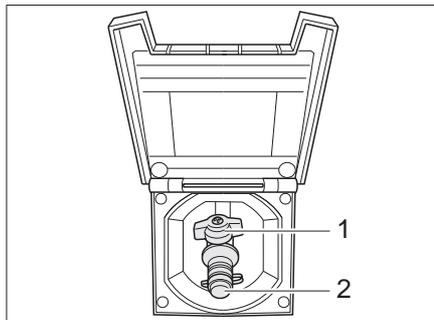

Bild 89 Externer Gasanschluss, Gasabsperrrventil geschlossen
Der externe Gasanschluss (Bild 89) befindet sich je nach Modell am Heck oder auf der linken bzw. rechten Fahrzeugseite.
- Externes Gasgerät an der Anschluss-Stelle (Bild 89,2) anschließen.
- Das Gasabsperrrventil (Bild 89,1) öffnen.